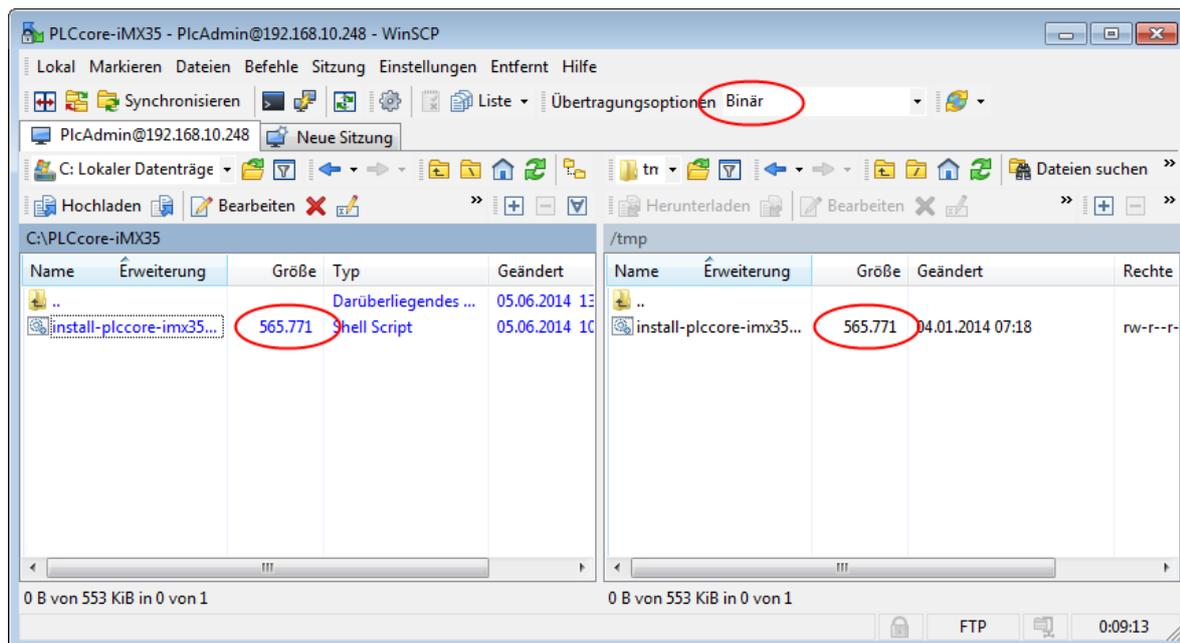

Bild 25: Dateitransfer im FTP-Client "WinSCP"
Das Update der SPS-Firmware erfolgt durch ein selbst-extrahierendes Firmware-Archiv, das per FTP auf das PLCcore-iMX35 übertragen wird. Nach dem Start des FTP-Servers auf dem PLCcore-iMX35 (Kommando *"pureftp"*, siehe Abschnitt 7.9.2) kann das entsprechende Firmware-Archiv in das Verzeichnis *"/tmp"* des PLCcore-iMX35 übertragen werden (siehe Bild 25).
**Wichtig:** Für den FTP-Transfer des Firmware-Archives ist der Übertragungstyp *"Binär"* auszuwählen. Bei Verwendung des FTP-Clients *"WinSCP"* ist hierzu in der Menüleiste der entsprechende Transfermodus zu selektieren. Nach dem Download des Firmware-Archives ist zu kontrollieren, dass die übertragene Datei auf dem PLCcore-iMX35 exakt dieselbe Größe besitzt wie die Originaldatei auf dem PC (siehe Bild 25). Eine abweichende Größe deutet auf einen falschen Übertragungsmodus hin (z.B. *"Text"*). In diesem Fall ist der Download mit dem Übertragungstyp *"Binär"* zu wiederholen.